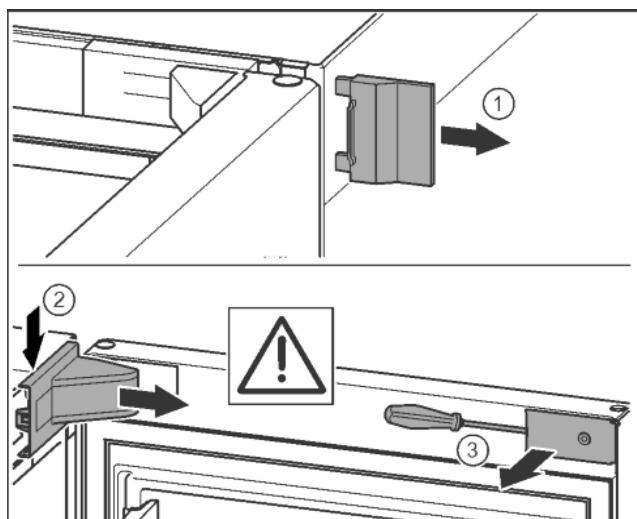

Fig. 8
► Снять внешнюю крышку. Fig. 8 (1)
► При помощи отвертки освободить крышку опорного кронштейна и отсоединить. Снять крышку опорного кронштейна. Fig. 8 (2)
► Шлицевой отверткой вывести накладку из зацепления и отвести в сторону. Fig. 8 (3)